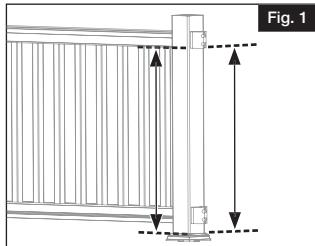

Fig. 1
- Dans le cas d'une rampe de 36 po (91,4 cm) de hauteur, couper le manchon au besoin et placer le gabarit d'installation de support en queue d'aronde contre le manchon de poteau directement sur le dessus de la garniture de base, et utiliser un élastique pour le maintenir en place (Fig. 1).
- Dans le cas du poteau où sera installé le support en angle, mesurer à partir du dessus de la garniture de base jusqu'à la partie inférieure de la main courante déjà installée (Fig. 1).
Fixer temporairement une planche de terrasse (5/4 po/31,8 mm) sur les marches de l'escalier pour déterminer l'espacement entre le nez des marches et la traverse inférieure (Fig. 1).